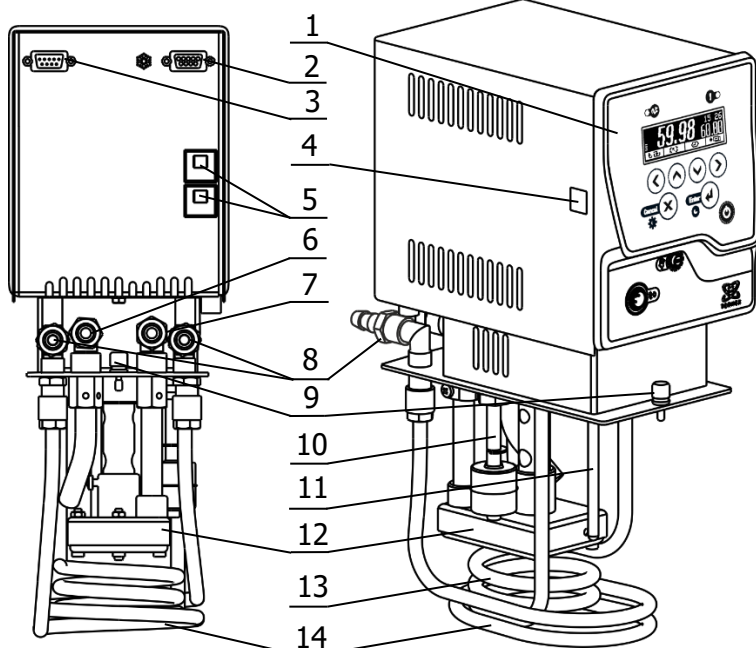

Рисунок 1 – Устройство блока регулирования M01
1.4.2 Работа блоков регулирования заключается в поддержании заданной температуры теплоносителя, циркулирующего в ванне термостата, а также во внешнем потребителе, в случае его подключения. Циркуляция теплоносителя обеспечивается насосом 12 (рисунок 1). Подача теплоносителя внешнему потребителю производится через штуцер 7, а его возврат в ванну термостата — через штуцер 6.
1.4.4 Для работы термостата, не оснащенного холодильной машиной, при температурах, близких к окружающей, необходимо обеспечить дополнительное охлаждение с помощью теплообменника 14 (рисунок 1). Для этого штуцеры теплообменника 8 подключить к водопроводной сети или специальному холодильному устройству. Поток охлаждающей жидкости должен быть равномерным и, по возможности, небольшим.
2.2.2 Соединить шлангом-перемычкой из комплекта поставки входной 6 и выходной 7 штуцеры (рисунок 1) насоса блока регулирования. Закрепить шланг-перемычку на штуцерах, используя хомуты из комплекта поставки блока регулирования.